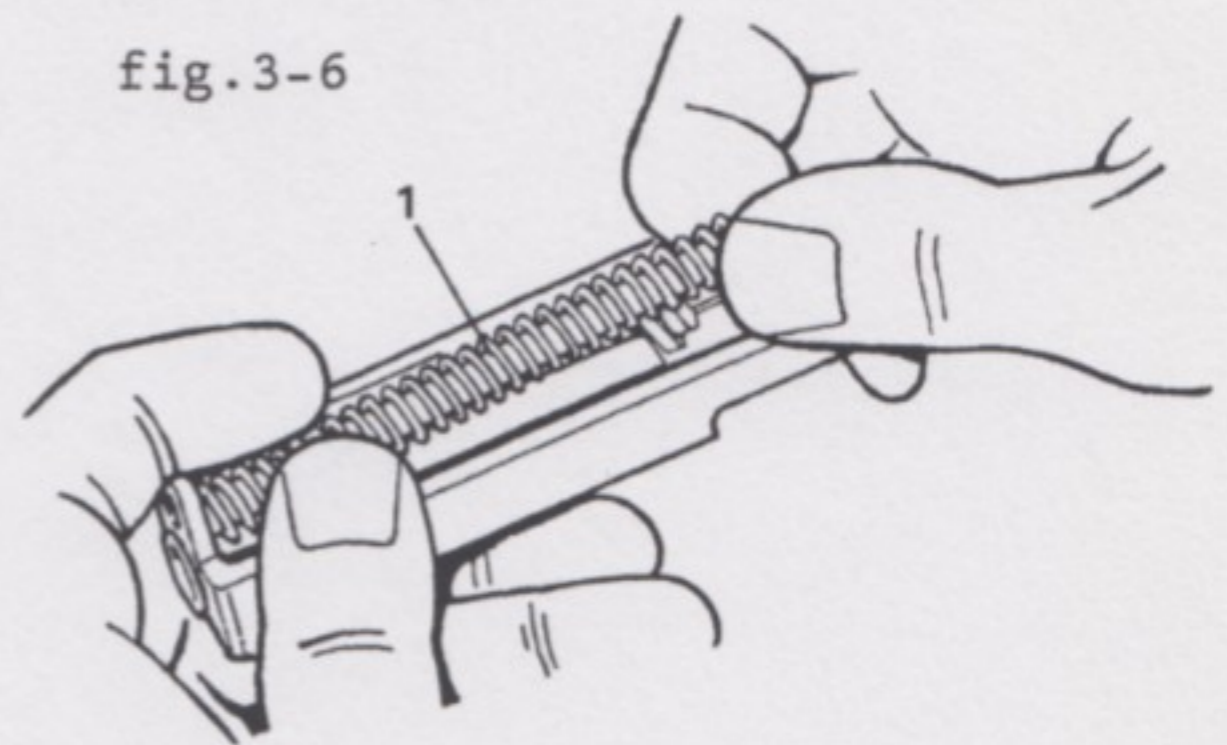

fig.3-6
- Sluitveerstang (1) met de duim iets naar voren drukken en dan omhoog trekken.
- Sluitveerstang met sluitveer uit de slede verwijderen (fig.3-6).